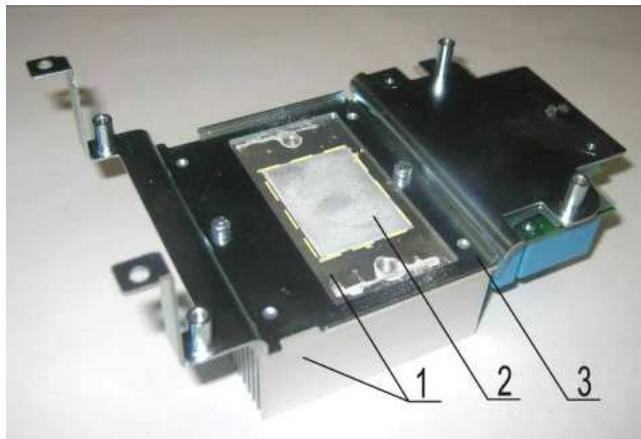

Рис. 6.14
6.8.1. Удалить остатки компаунда 2 с радиатора 1 салфеткой, смоченной СБС (рис.6.14).